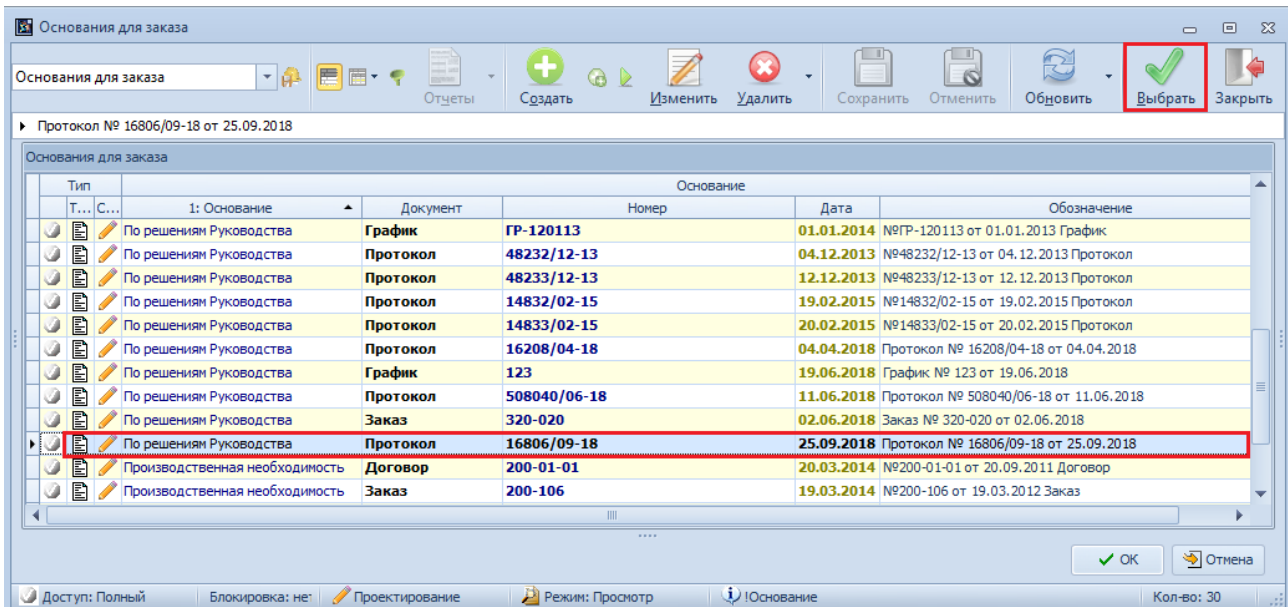

Рисунок 44. Пример выбора документа в окне справочника "Основания для заказа"
9.1 В правой части поля атрибута «**Документ**» нажать кнопку **Выбор «...»**. В открывшемся окне справочника «**Основания для заказа**» выбрать нужный документ и выделить его, щёлкнув по нужной строке таблицы левой кнопкой мыши (рис. 44).
9.2 На панели инструментов окна справочника «**Основания для заказа**» нажать кнопку **Выбрать** (рис. 44).